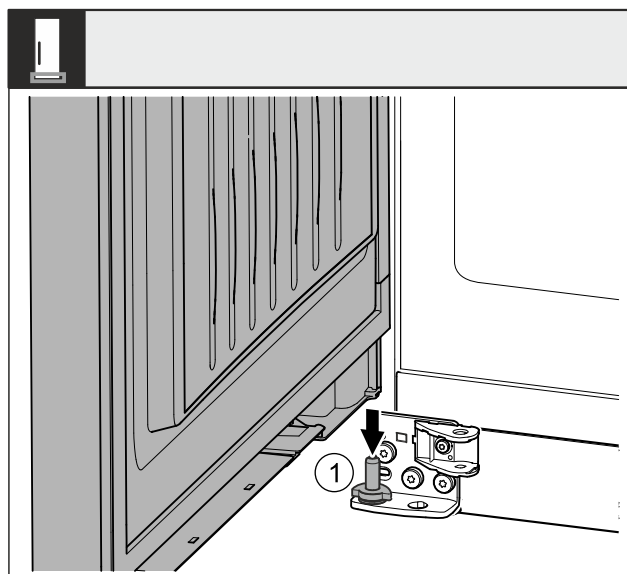

Fig. 43 *
- ▶ 从上方将冰箱门放在下面的轴承螺栓 Fig. 43 (1) 上。*